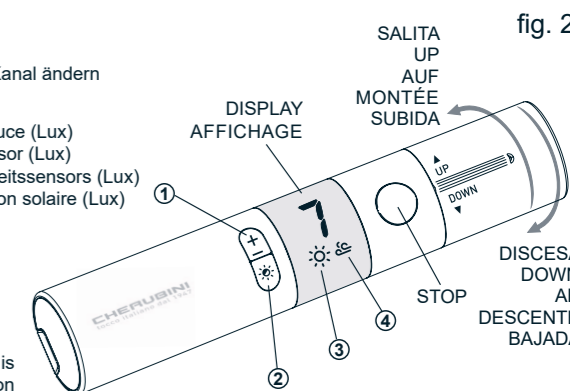

fig. 2
GIRO P-Lux (fig. 2)
2.0 ALIMENTAZIONE - Il telecomando GIRO Wall funziona con una pila al Litio 3V CR2430 (fig. 2). Durante la trasmissione il LED bianco (fig. 1) si accende fisso, se la pila è carica, lampeggia quando si sta